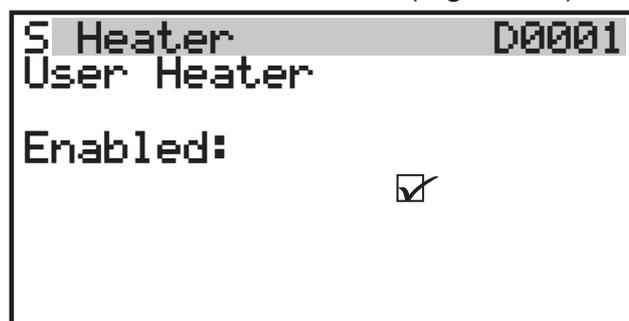

Figura 5.7
- Confermare con il tasto 5 (Figura 5.7).
La configurazione è terminata, premere il tasto 3 (Figura 5.7) fino a tornare alla videata iniziale.